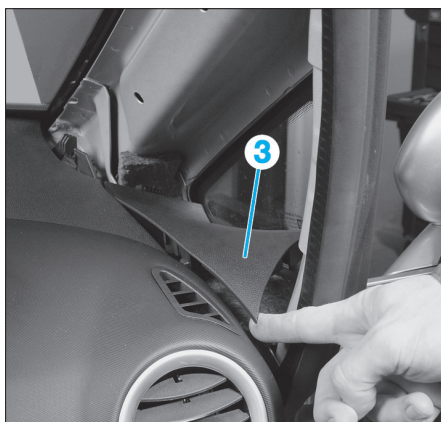

Fig. 22
- Dégrafer, de chaque côté, le cache latéral (3) de la planche de bord (Fig.22).